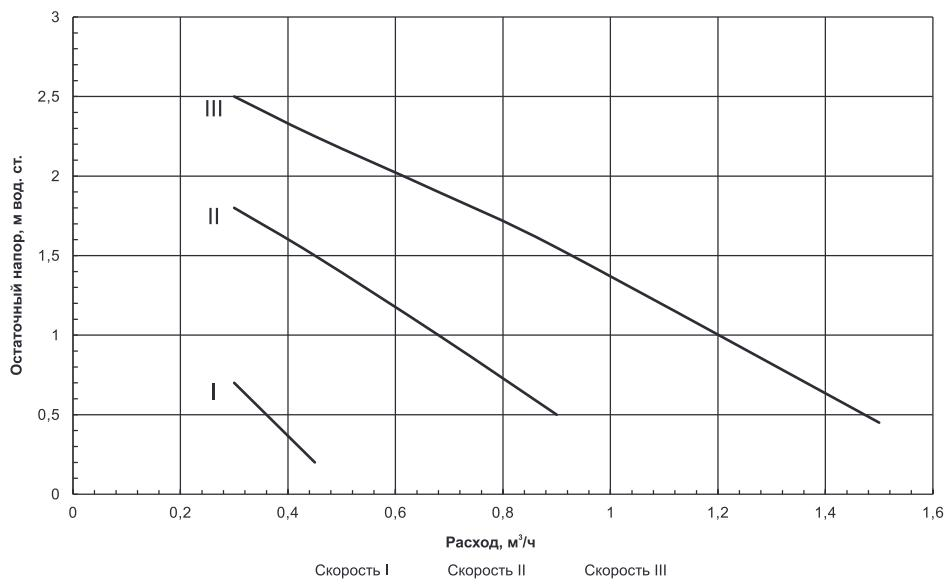

Рис.1 Остаточный напор для циркуляционного насоса ZOTA RING 25/40 (для котлов МК-X 4,5 - 7,5 кВт)
**График остаточного напора для циркуляционных насосов показан на Рис.1, 2, 3